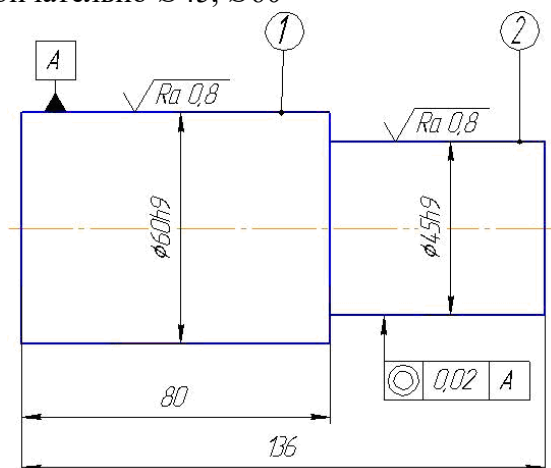

Рисунок 1 – Вал
**7. Выбрать способ обработки вала (рис.1) при одновременном шлифовании НЦП Ø45h9 мм и Ø60h9 мм**
**10. Выбрать правильный маршрут обработки вала (рис.1) в условиях серийного производства:**
**3. Назначить способ получения заготовки для вала (рис.1), если она изготавливается в условиях единичного производства из стали 45**